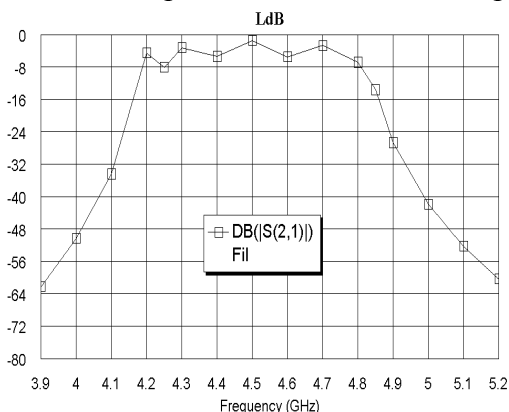

Рис. 3.88
- Щёлкните по значку **Analyze** на панели инструментов. Щёлкните правой кнопкой мышки по графику и выберите **Properties**. Для оси **x** снимите “галочку” **Auto divs** и в поле **Step** введите **0.1**. Для оси **Left 1** снимите “галочки” **Auto limits** и **Auto divs**. В поле **Min** введите **-80**, в поле **Step** введите **2**. Нажмите **Apply** и **OK**. График показан на рис. 3.88. После выполнения анализа может появиться окно, предупреждающее, что элемент **MBENDR** устаревший и рекомендуется использовать элемент **MBENDA**. Закройте это окно и не обращайтесь внимания.